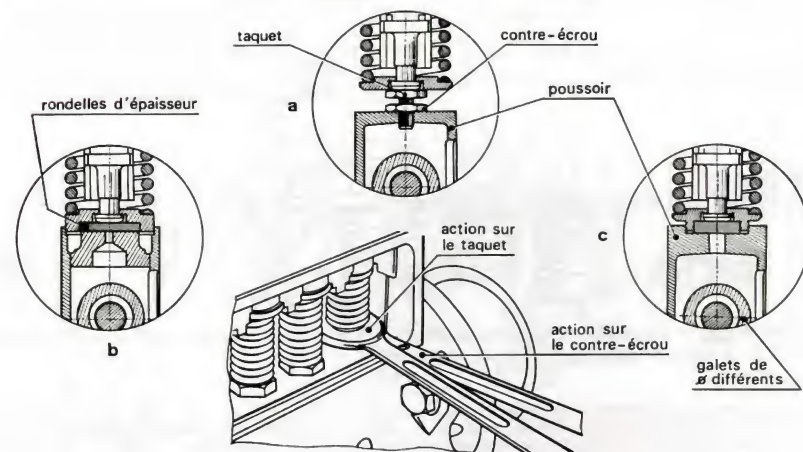

Fig. 42. — Différents systèmes de réglage.
- Par taquet réglable et contre-écrou (fig. 42-a);
- Par interposition de rondelles d'épaisseur entre le poussoir et le piston (fig. 42-b);
- Par galets de poussoirs, de différents diamètres (fig. 42-c).